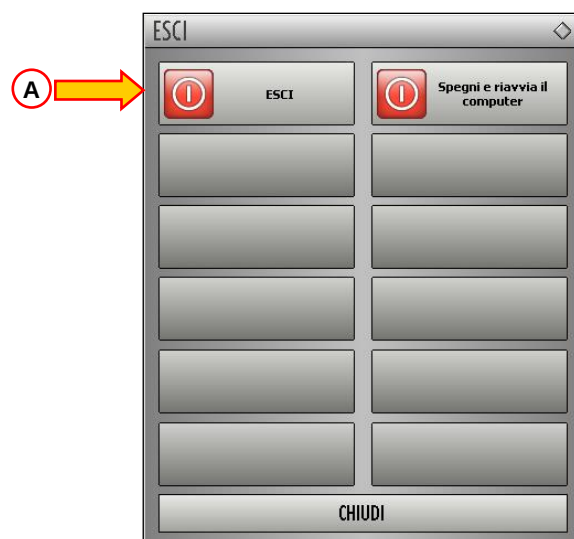

Fig 48
Apparirà un altro menu (Fig 48).
- Cliccare di nuovo il pulsante **ESCI** sul nuovo menu (Fig 48 A).